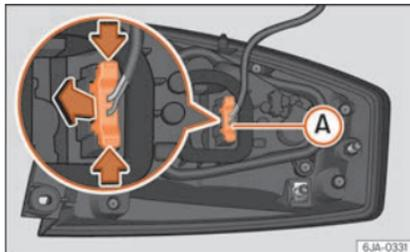

Fig. 99 Connettore del fanale nella parte posteriore del fanale di coda.
- Scollegare il connettore **A** » **fig. 99** del fanale azionando le leve laterali dello stesso (freccie) e tirando il connettore verso l'esterno.